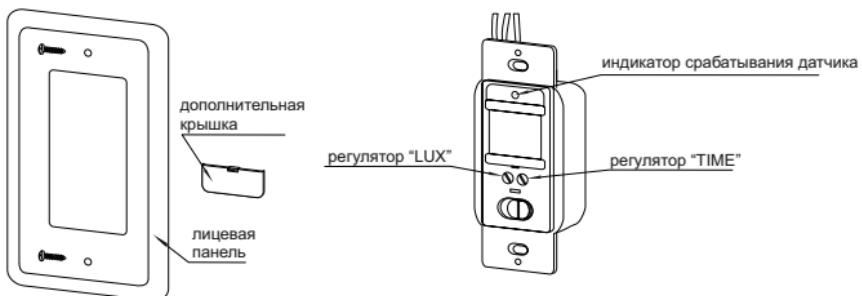

Рисунок 7 – Конструкция датчика движения ДД 028
- открутить два винта и снять лицевую панель с основания датчика (рисунок 7);
Регулятор выдержки времени включения датчика «TIME» и уровня освещённости «LUX» находится под дополнительной крышкой (рисунок 7), которая снимается с помощью отвёртки. Регулировка осуществляется с помощью отвёртки с прямым шлицем.